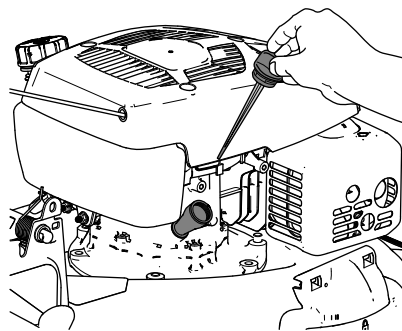

Figure 26
3. Tournez le bouchon dans le sens antihoraire et sortez la jauge (Figure 26).
- Inclinez la machine sur le côté (filtre à air en haut) pour vidanger l'huile usagée par le tube de remplissage (Figure 26).